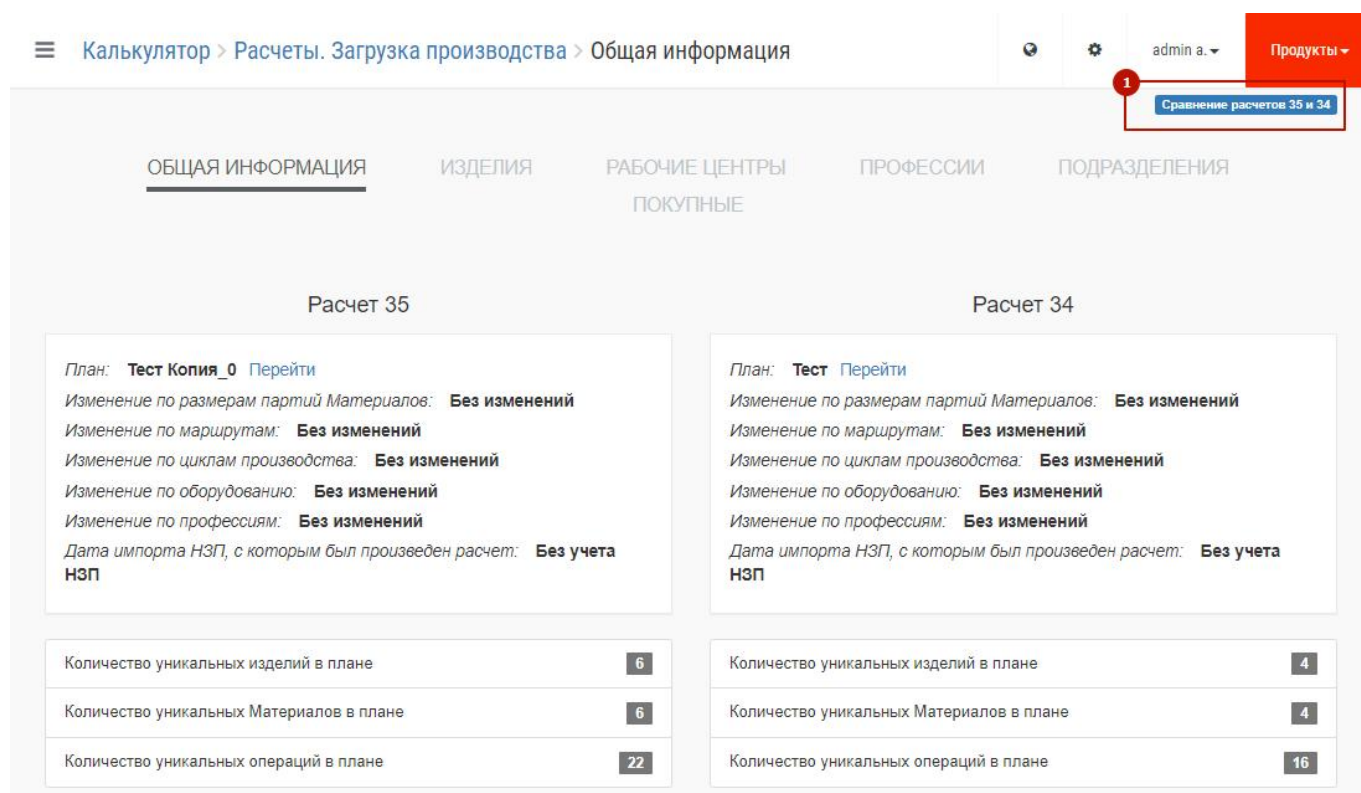

Рис. 91 – Сравнение расчетов
Откроется новое окно с общей информацией по двум сессиям моделирования. Пример приведен на Рис. 91. В верхнем левом углу есть подсказка по номерам сравниваемых расчетов, которая всегда видна при переключении вкладок (1 на Рис. 91).
Доступные аналитические отчеты полностью аналогичны отчетам, описанным в разделе 7.2.1 Просмотр результатов моделирования (расчетов). Результаты сравнения доступны только в табличном виде. На диаграммах выводится информация по базовой сессии (667 на рис. 91). Значения сравнение выводится в виде «Было»→«Стало» «Разница». Например: 2 → 393 +391, где, если брать за пример Рис. 91, «Было» – это базовый расчет (35), «Стало» — это выбранный для сравнения отчет (36), разница считается как «Стало» - «Было».